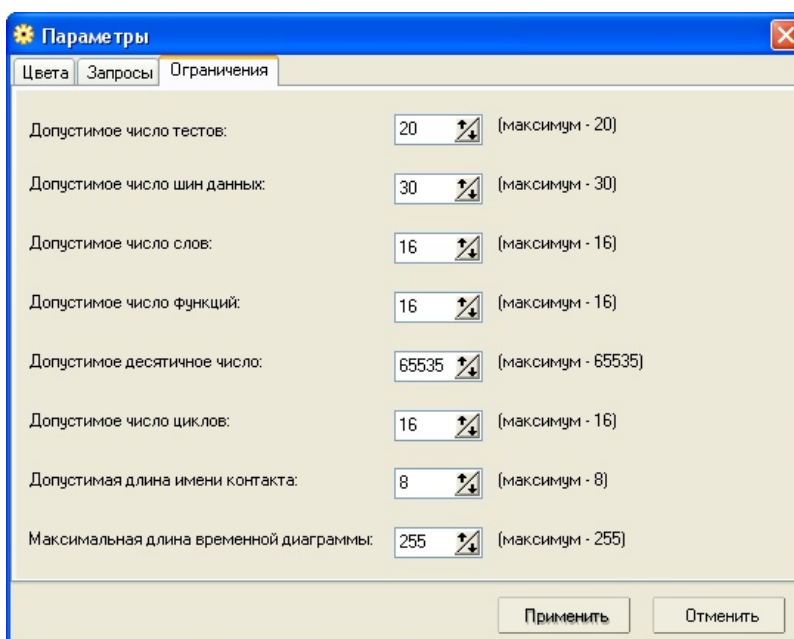

Рис. 20
3. На вкладке «**Ограничения**» (рис. 20) расположены сведения о максимально доступных параметрах системы. В зависимости от возможностей программы DIATEST.EXE и её развития, нужно устанавливать допустимые значения в соответствии с её требованиями, хотя рассматриваемое приложение позволяет использовать и больший диапазон значений. При этом нужно учитывать, что при неверном изменении представленных данных, может возникнуть ситуация, когда созданный в данном редакторе файл не удастся открыть в программе DIATEST. В этом случае, нужно вернуть прежние настройки.